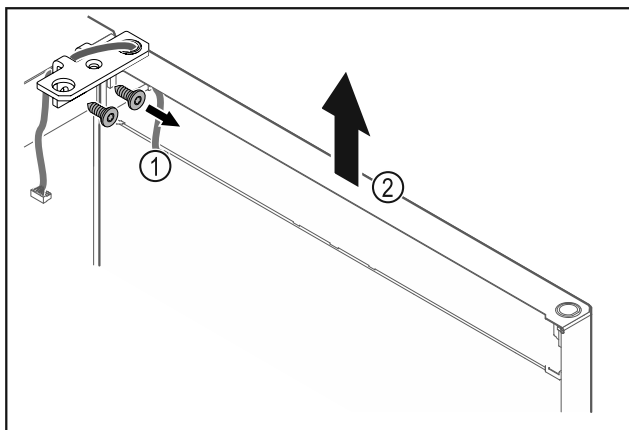

Fig. 23
- ▶ Atsukite šarnyrinį kampuočių Fig. 23 (1).
- ▶ Duris, įsk. šarnyrinį kampuočių Fig. 23 (2), pakelkite maždaug 200 mm tiesiai į viršų ir nuimkite.